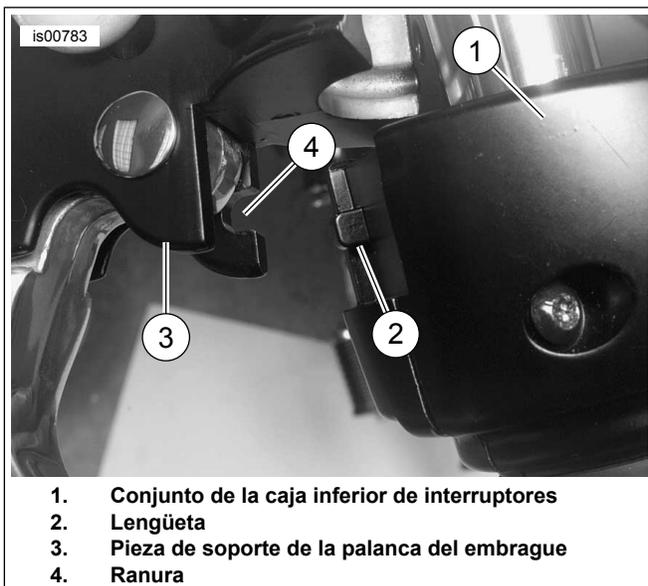

Figura 15. Ajuste de la pieza de soporte de la palanca del embrague en la caja de interruptores del manillar izquierdo
- Coloque el conjunto de la palanca manual del embrague en el interior del conjunto de las cajas de interruptores. Vea Figura 15. Enganche la lengüeta (2) en la caja inferior de interruptores (1) con la ranura (4) en la parte inferior de la pieza de soporte de la palanca del embrague (3).